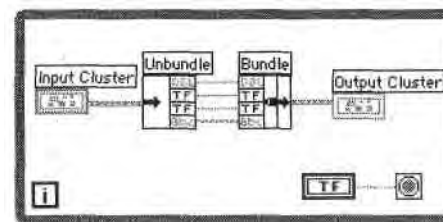

Рис. 7.42
6. Постройте блок-диаграмму, как показано на рис. 7.42. Отметьте тот факт, что, хотя каждый кластер содержит четыре объекта, на блок-диаграмме вы увидите лишь по одному терминалу на кластер. Не забудьте изменить функцию терминала условия выхода из цикла по условию так, чтобы она была **Остановить, если Истина** (это можно сделать вызовом контекстного меню терминала условия выхода).